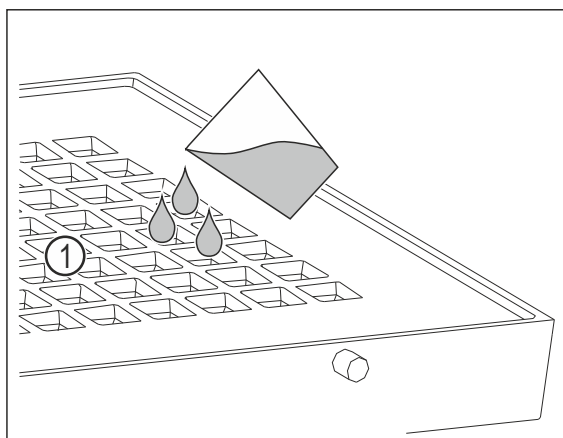

Fig. 109
► Nalijte maximálně 400 ml vody přes otvory Fig. 109 (1) v krytu.